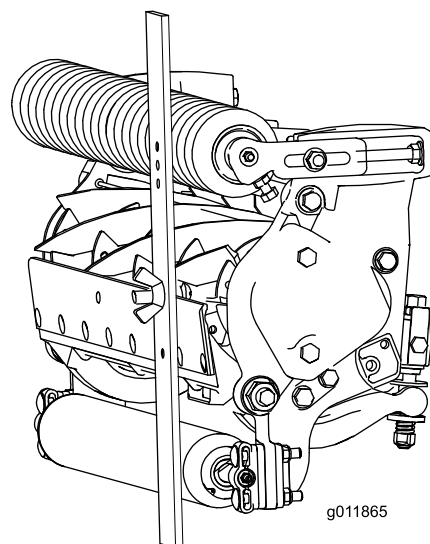

Figura 19
3. Agganciate la testa della vite sul tagliente della controlama e poggiate l'estremità posteriore della barra sul rullo posteriore (Figura 19).
4. Ruotate la vite di regolazione finché il rullo anteriore non toccherà la barra di riferimento (Figura 19). Regolate entrambe le estremità del rullo finché l'intero rullo non sarà parallelo alla controlama.